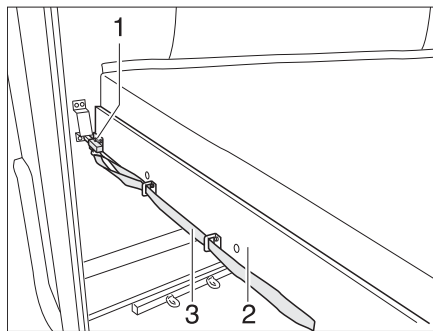

Fig. 156 Litera (parte trasera)
- Tirar del lazo (Fig. 156,3) y soltar el pestillo (Fig. 156,1).
- Tirar el somier (Fig. 156,2) junto con el colchón hacia delante hasta que engatille.